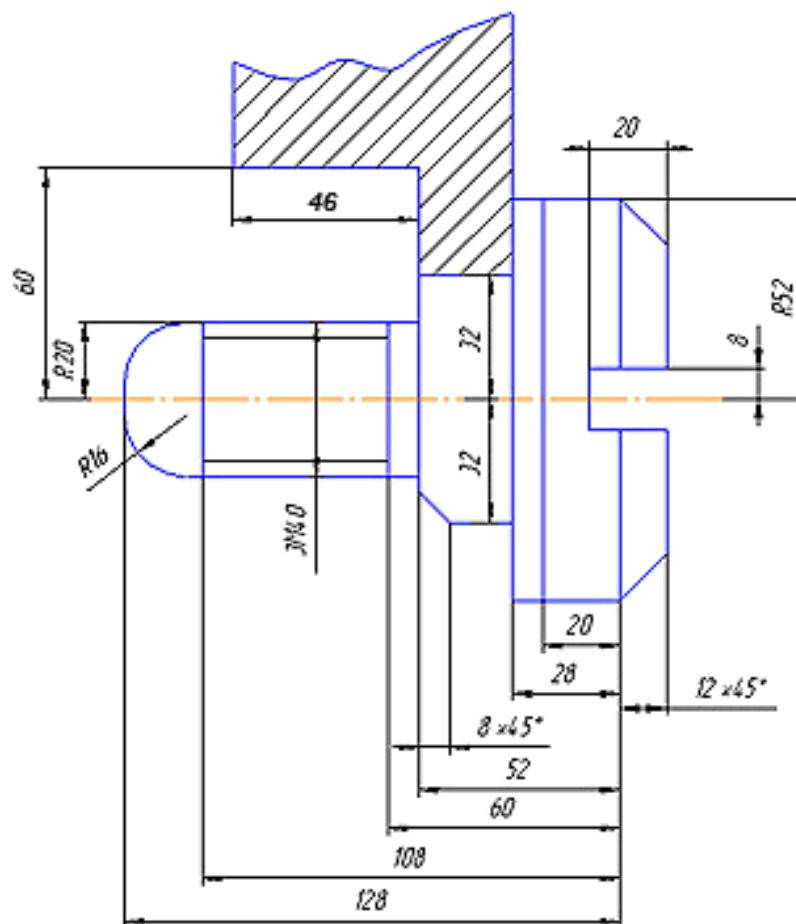

Рисунок 2
5. Начертить винтовое соединение (рисунок 2).